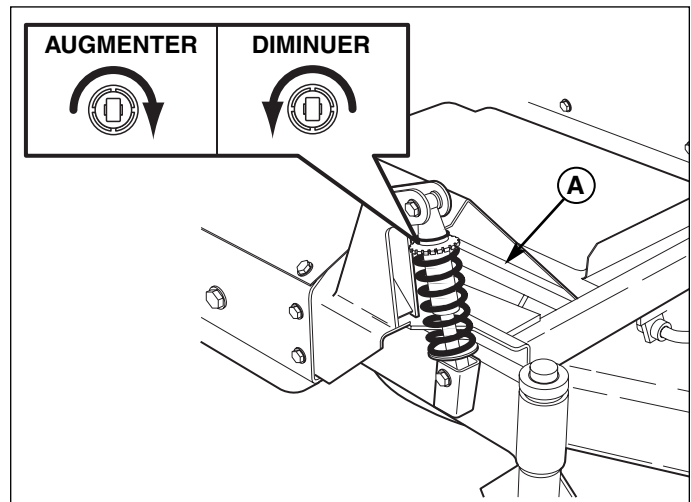

Figure 24. Réglage de suspension avant
2. Reportez-vous à la Figure 24. Tournez le collier de réglage de précharge (A) en SENS HORAIRE pour augmenter la précharge, en SENS ANTI-HORAIRE pour la diminuer; Assurez-vous de bien régler les deux amortisseurs avec la même valeur de précharge.